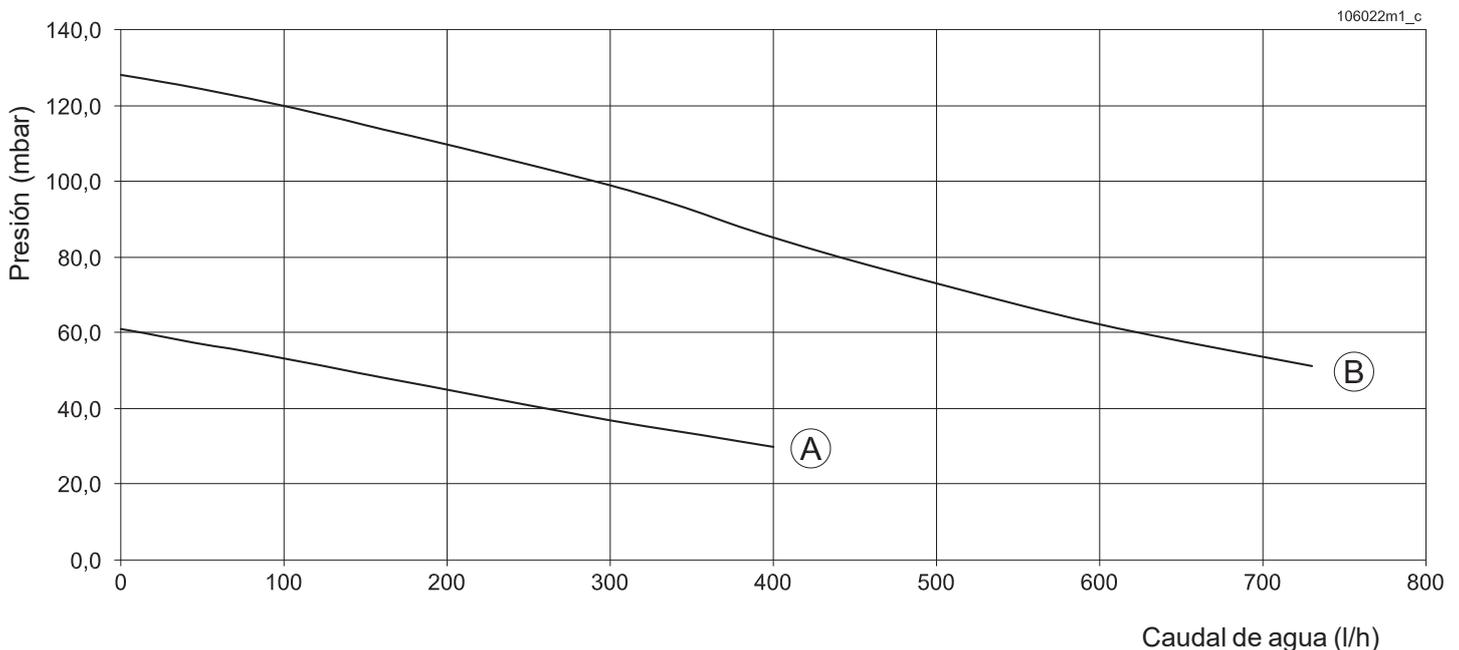

Figura 5-11 - Curva de altura de elevación residual del circuito de recirculación con bomba interna
- 2.- Respetar la curva de caudal-presión incluida en forma de gráfico en la Figura (véase la Figura 5-11);
Leyenda de la Figura 5-11